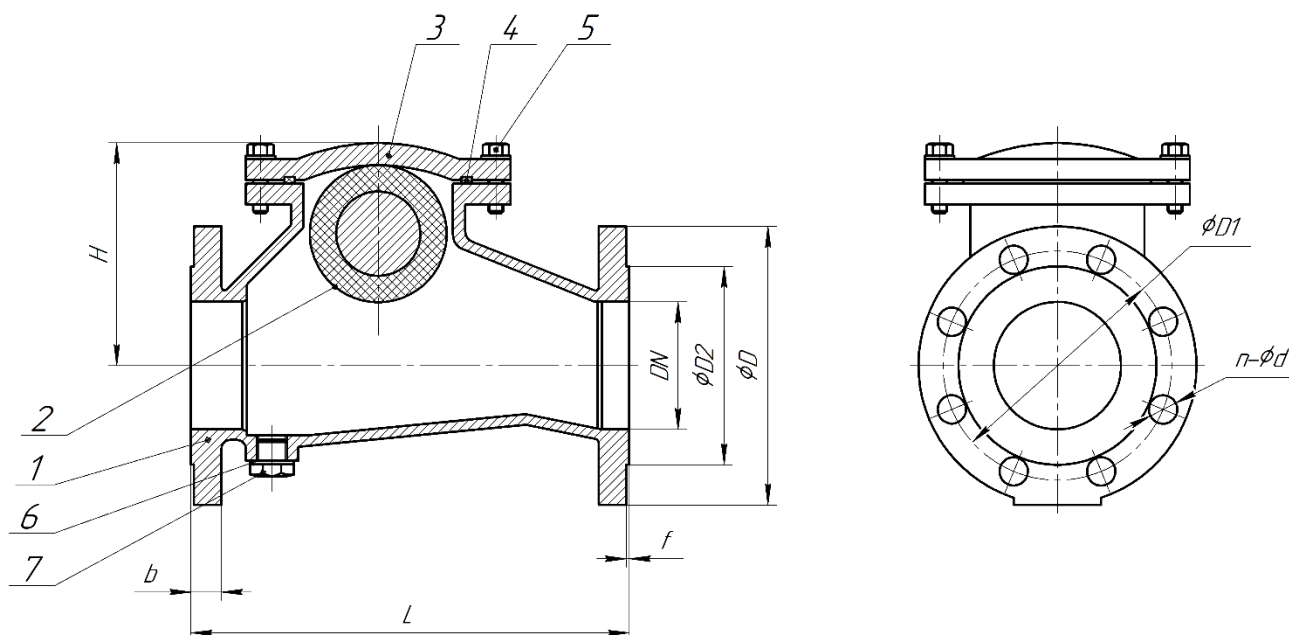

Рисунок 1. Конструкция клапана
1.2.7. Основные размеры и массогабаритные характеристики приведены на рис. 1, в табл. 2. Допустимое отклонение от указанной массы – 5%.
1.3.1. Основные элементы конструкции клапана приведены в табл. 1, на рис. 1.
1.3.2. Под действием прямого потока рабочей среды шар 2 перемещается под крышку корпуса 4 и открывает клапан. При отсутствии прямого потока рабочей среды, под действием собственного веса, шар 2 опускается и перекрывает обратный поток среды (рис. 1).